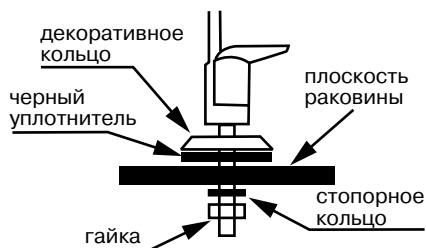
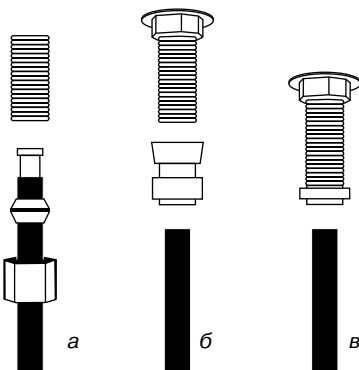

Рис. 5
Рис. 6
Монтаж крана чистой воды производите согласно **рис. 5**. Мы рекомендуем не затягивать гайку (см. **рис. 5**) до завершения монтажа и проверки работоспособности системы, чтобы была возможность убедиться в отсутствии подтекания воды в месте соединения корпуса крана и резьбовой трубки. В комплекте с краном чистой воды для герметизации соединения с трубкой может предоставляться набор деталей для подключения, либо кран может иметь в своем составе быстроразъемный коннектор. На **рис. 6а, б, в** приведены способы подключения синей трубки к крану чистой воды. Подключите синюю трубку и к блоку фильтрации (см. таблицу на стр.12).
15. Убедитесь в отсутствии протечки внизу корпуса крана чистой воды, затяните гайку крана (рис. 5).